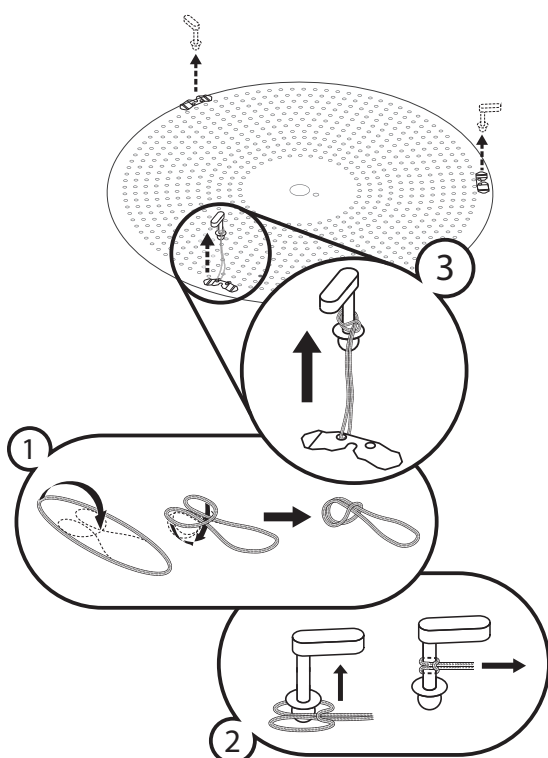

Bild 1. Donets frontplåt säkras med bifogad säkerhetslina genom en enkel ögla i ett av donets avståndsben.
- För extra säkerhet levereras produkten ett säkerhetssnöre fastsatt i frontplåten. Vid montage säkras snöret med en enkel ögla i ett av avståndsbenen enligt **Bild 1**.